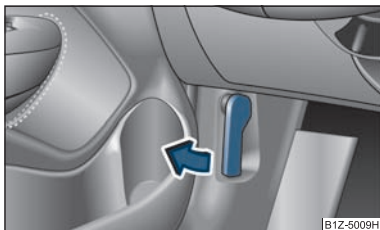

Fig. 120 Leva di sbloccaggio cofano motore
- Tirare la leva di sbloccaggio disposta inferiormente alla plancia portastrumenti sul lato guida ⇒ fig. 120.
- Sbloccare il cofano motore ⇒ fig. 120.